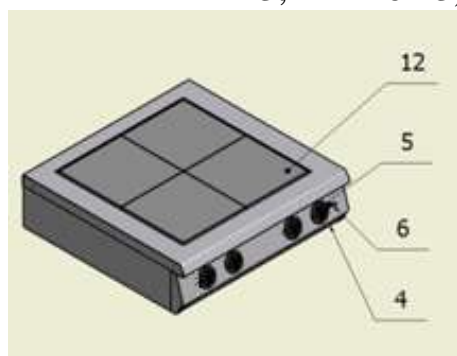

Рисунок 1
5.2. Верхняя рабочая часть модуля (рис.1) представляет собой конструкцию коробчатой формы, внутри которой устанавливается каркас с отражателями тепла. На каркас устанавливаются электрические конфорки 12, поддон 4 служит для стока жидкости, пролитой на рабочую поверхность (на примере 4-х конфорочной плиты).